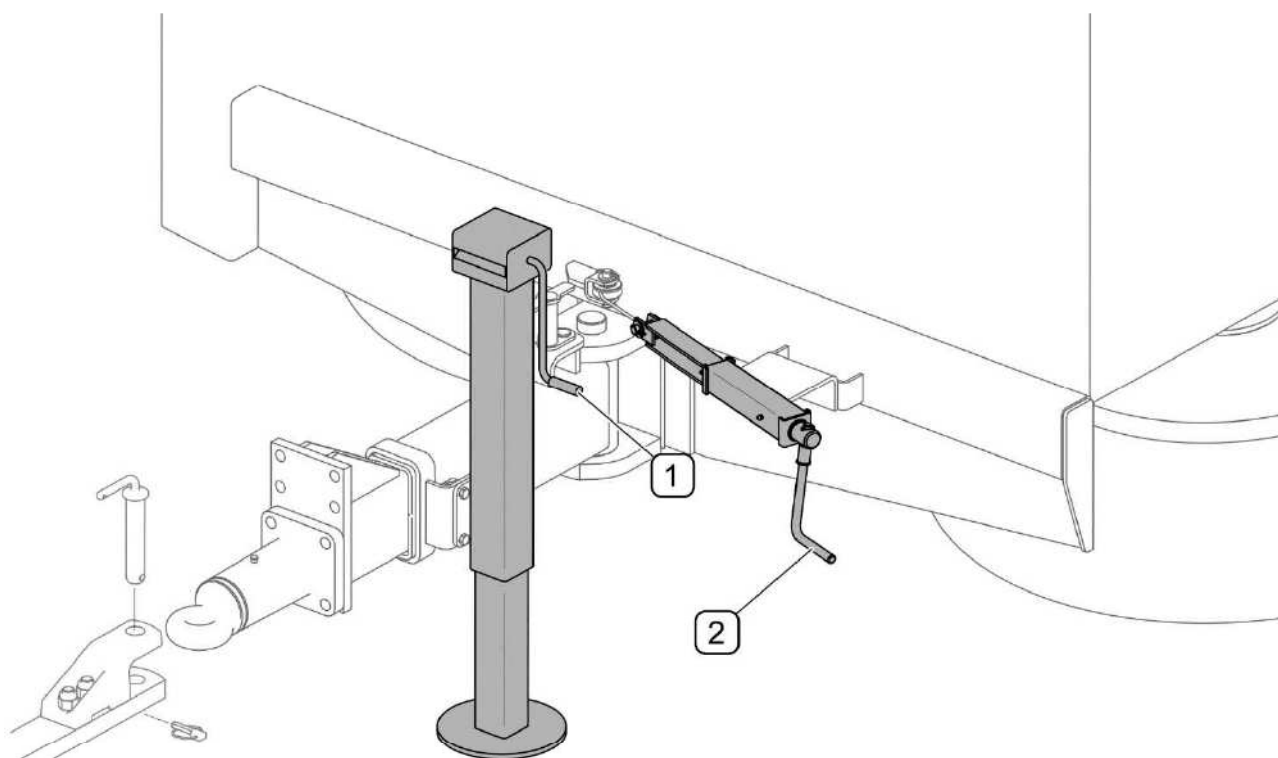

РИСУНОК 4.2 Опора и стояночный тормоз
- при помощи регулируемой опоры (РИСУНОК 4.2) установить проушину дышла на необходимой высоте,
- при помощи рукоятки (1) поднять стояночную опору,
- вращая рукоятку (2), отпустить стояночный тормоз.